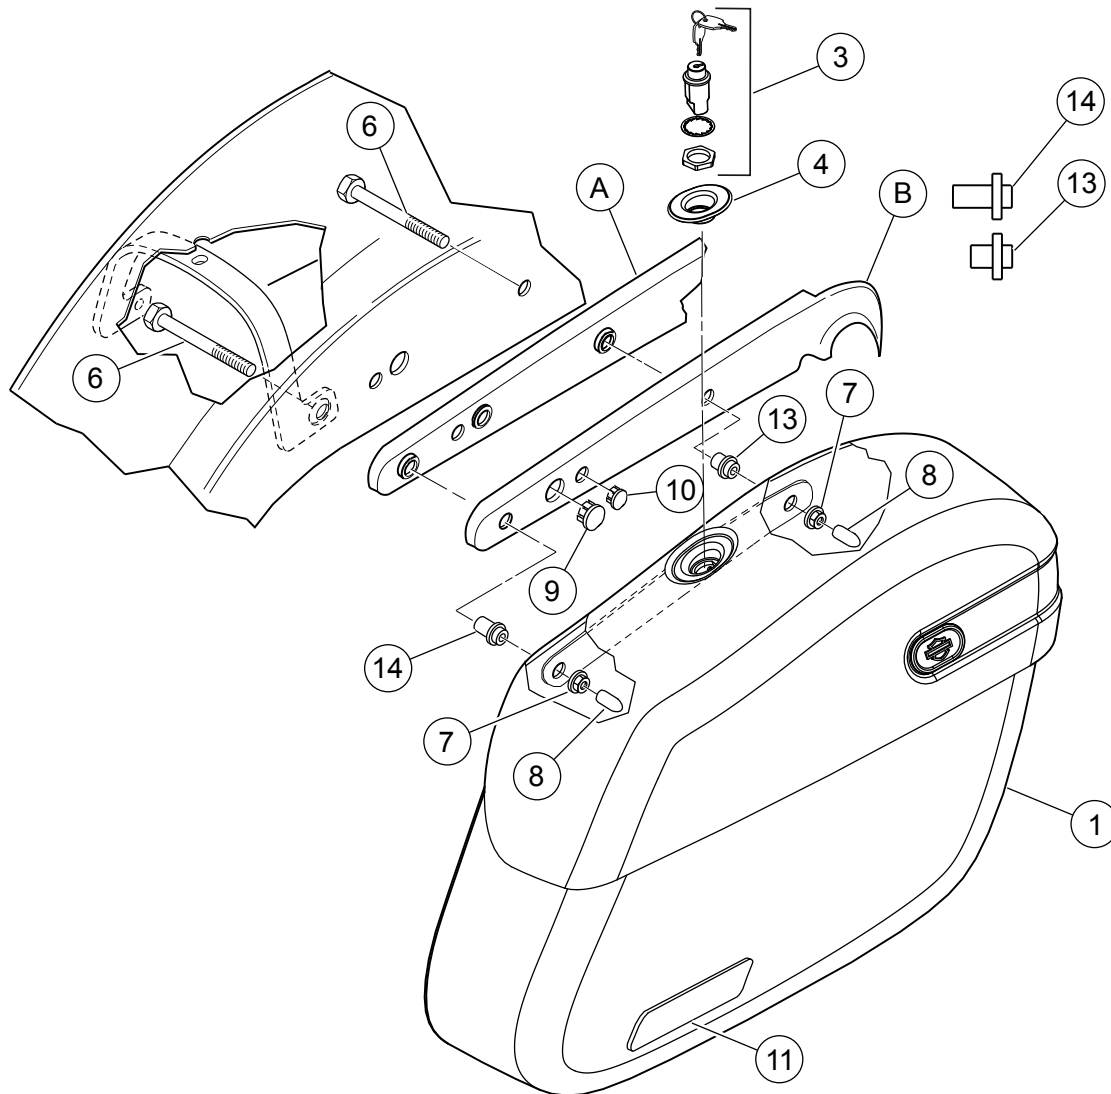
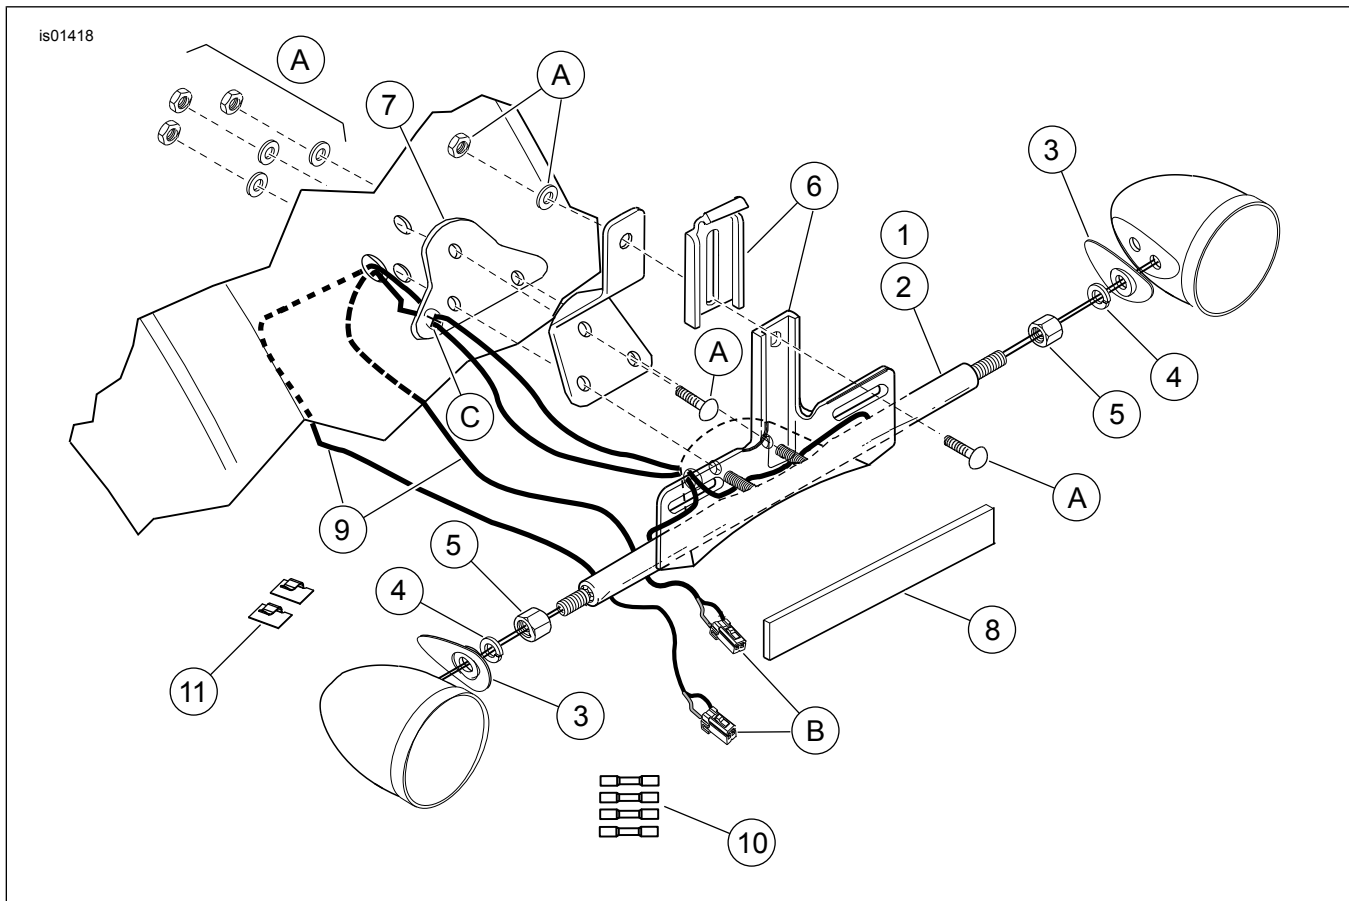

Abbildung 5. Ersatzteile: Sportster Rigid Leather Satteltaschen-Sätze
Abbildung 6. Ersatzteile: Sportster Rigid Leather Satteltaschen-Sätze
Siehe Abbildung 5, Tabelle 1 und Abbildung 6, Tabelle 2.
1. Siehe Abbildung 6. Den vorhandenen Kennzeichenrahmen vom Schutzblech entfernen und dabei darauf achten, wie die Baugruppe zusammengesetzt ist. Den Kennzeichenrahmen entsorgen, aber die übrigen Befestigungsteile zum Einbau des im Satz mitgelieferten neuen Kennzeichenrahmens aufbewahren.
- Siehe Abbildung 5. Die beiden Schrauben (6) aus dem Satz von der Unterseite des Schutzblechs durch das Schutzblech in die Schutzblechstrebe und die Abdeckung stecken, wo die beiden Schrauben vorher entfernt worden waren.
- Die kurzen Buchsen (13) mit dem kurzen Ende nach außen auf der vorderen Schraube und die lange Buchse (14) auf der hinteren Schraube einbauen. Die Satteltasche auf die Schrauben schieben, bis die Buchsen auf der Satteltaschenhalterung sitzen. In den Satteltaschen Flanschsicherungsmuttern (7) auf die Schrauben drehen. Beide Flanschsicherungsmuttern auf 33–37 N·m (24–27 ft·lb) anziehen. Die Gewindeschutzkappe (8) auf die Schraubenenden schieben.